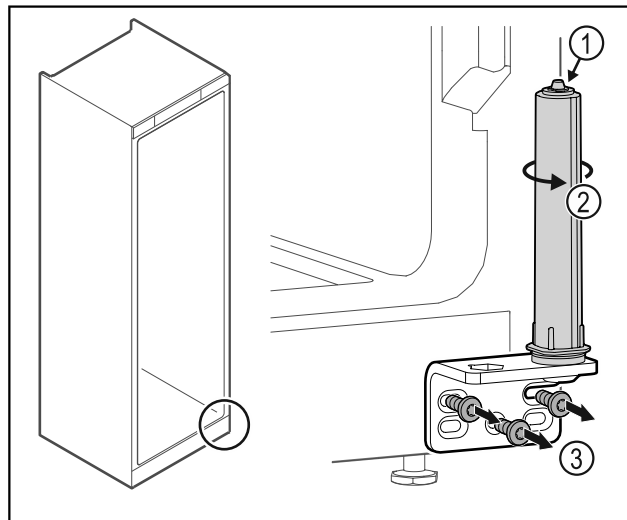

Fig. 35
- Не разглобявайте затварящата система на вратата Fig. 35 (1).
- Въртете затварящата система Fig. 35 (2), докато тя щракне.
- Развинтете ъгъла на пантата Fig. 35 (3).